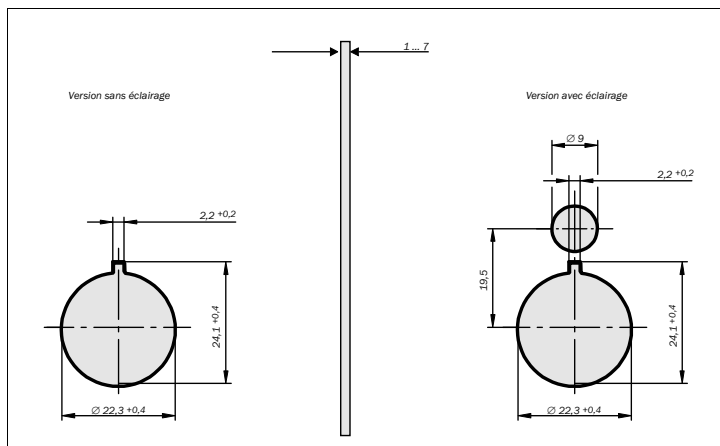

Fig. 1 : Plans cotés des trous de montage pour les versions à encastrer (mm)
- Percer les trous de montage dans la plaque de montage (voir Fig. 1 : pour les poussoirs à éclairage, utiliser le plan coté de droite).